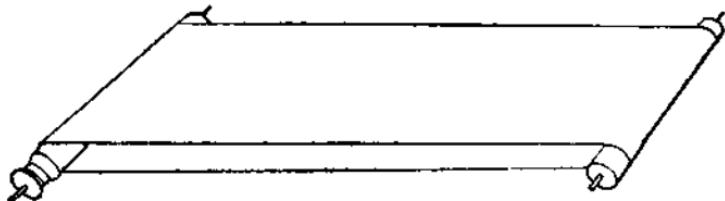

图 15
9. 传送带与传动绳：用相应大小的细纱绳或橡皮圈作传动绳，把主动轮和滚轴相接。细纱绳或橡皮圈置于轴与轮的凹槽中。另用宽 40 毫米左右的布条，把两根滚轴围住，用针把接头缝好，缝痕要平贴，套在两根轴上（图 15）。这样电动